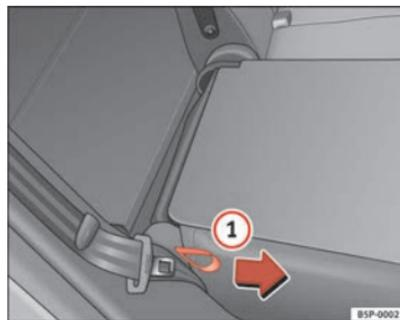

Fig. 100 Abatir o levantar el respaldo de los asientos posteriores
- Tire del lazo situado en el lateral del asiento ⇒ fig. 100 ①